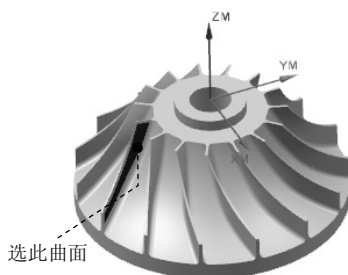

图 5.5.13 指定驱动曲面
Step2. 单击 按钮，系统弹出“驱动几何体”对话框，采用系统默认参数设置值，在图形区选取如图 5.5.13 所示的曲面，单击 **确定** 按钮，系统返回到“曲面区域驱动方法”对话框。